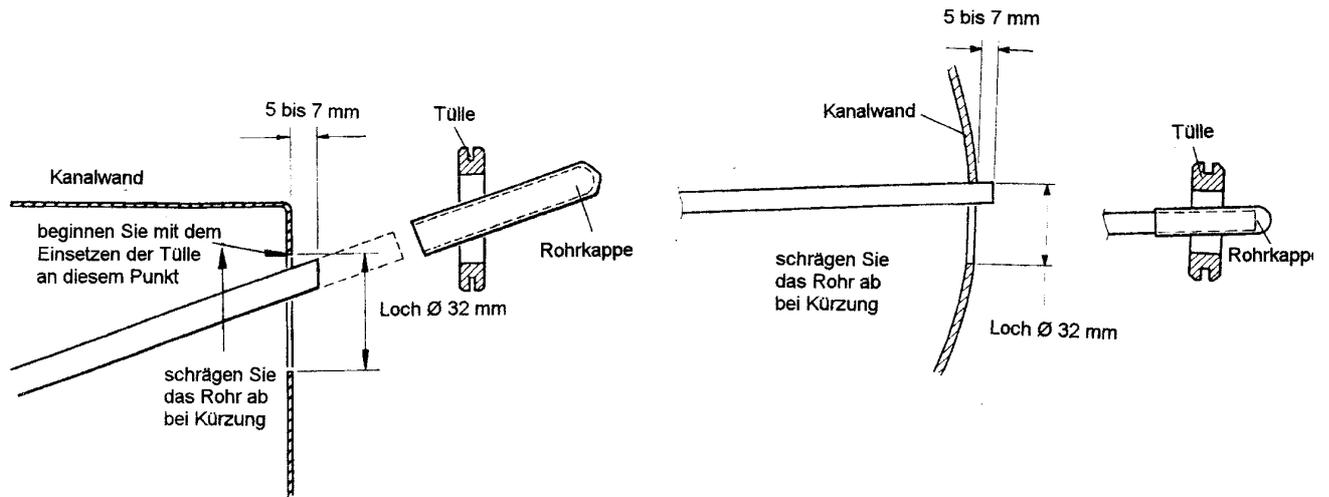

Abbildung 5 – Anpassen der Druckrohlänge
5.4 Während Sie die Rohre gegen die Kante des Kanals drücken, längen Sie sie so ab, dass noch ca. 5-7 mm außen vorstehen. Nach sorgfältigem Entgraten und Beseitigen aller scharfen Kanten schieben Sie die Rohrkappen auf (Abbildung 5).